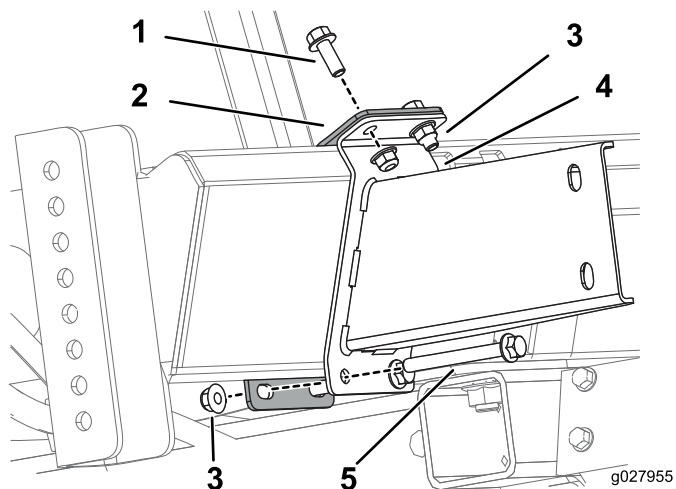

Figura 4
3. Sujete el soporte inferior y el refuerzo del soporte inferior al bastidor usando 2 pernos (3/8-16 pulgada), 2 pernos (3/8-16 x 3-1/2 pulgadas) y 4 tuercas con arandela prensada (3/8-16 pulgada), según se muestra en Figura 4.